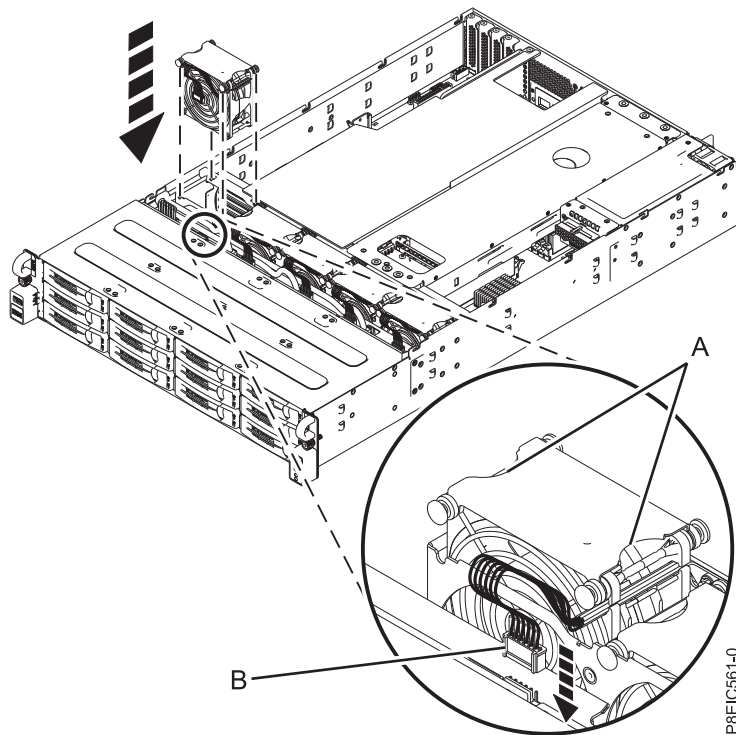

図 38. ファンの取り替えとケーブルの再接続
1. ファンの (A) の部分を持ち、支柱とシステム・シャーシのスロットを位置合わせしながら、ファンをシステム内に下ろします (35 ページの図 38 を参照)。ファンの矢印がシステムの背面の方向を指して
2. ファン・ケーブル (B) をディスク・ドライブ・バックプレーンに接続します (図 38 を参照)。